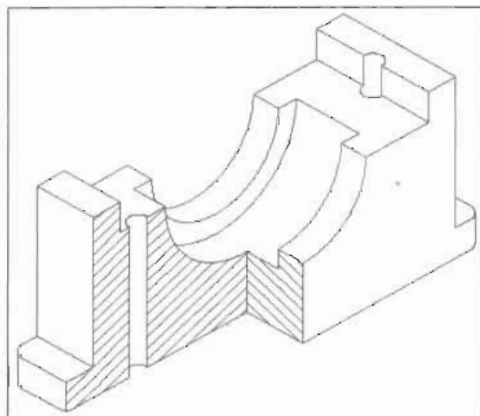

图 11-103
(3) 使用相同的参数设置填充另外一块剖面,完成填充后效果如图 11-103 所示。